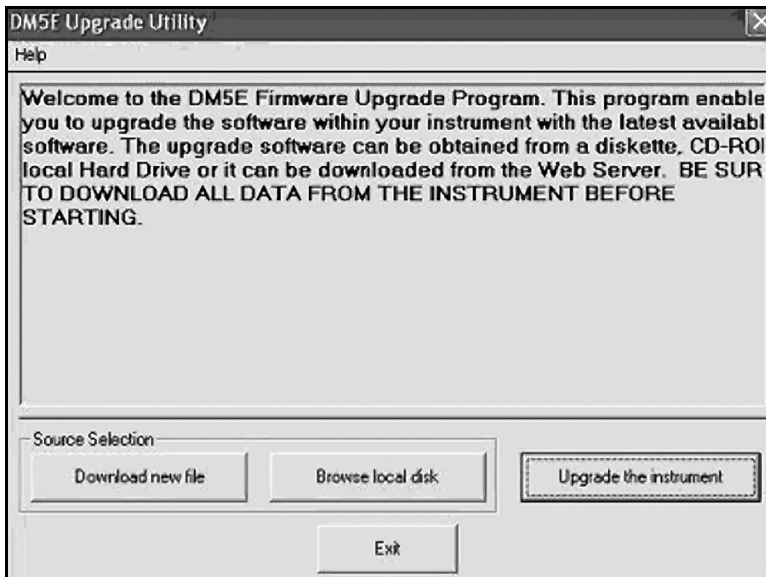

图 22: 更改参数设置
2. 从 PC 的“程序”菜单中运行 *升级实用程序*。对于典型的 MS Windows 操作系统，请依次单击“开始”按钮和“运行”按钮，选择“程序”，然后选择“DM5E Upgrade Utility”（DM5E 升级实用程序）（请参阅图 22，位于页码 68）。